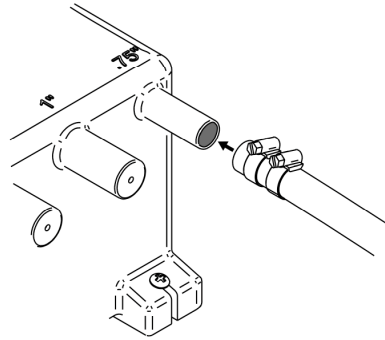

Figure 7 Fixation du flexible sur le port du collecteur
Étape 3: Fixez tous les flexibles sur les ports sélectionnés à l'aide des pinces flexibles adéquates, comme le montre la Figure 7. Vérifiez qu'il n'y a pas de fuites. Ne serrez pas trop les pinces flexibles.